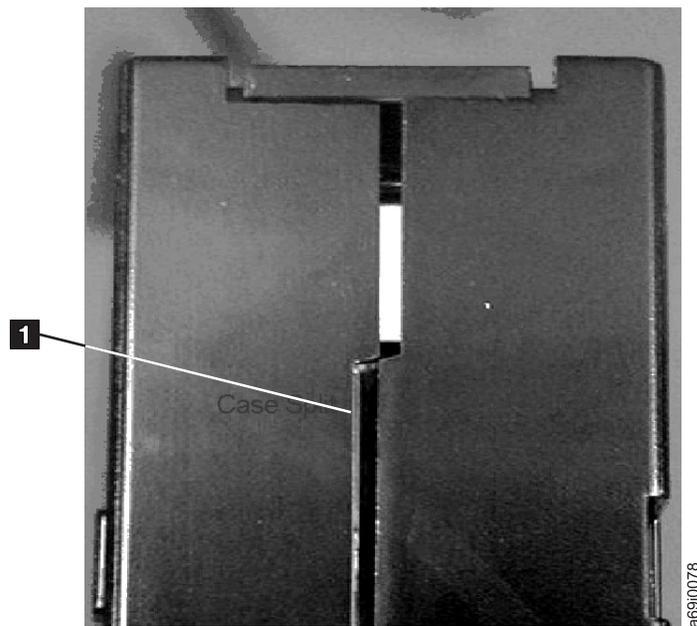

Figure 9. Recherche de fissures dans les joints d'une cartouche
- Inspectez la partie arrière de la cartouche (celle que vous chargez en premier dans le compartiment de chargement des bandes) et vérifiez qu'il n'existe pas d'espace sur le bord du boîtier de la cartouche . Si des espaces sont présents sur le bord du boîtier (voir figure 9), l'amorce est peut-être déplacée.